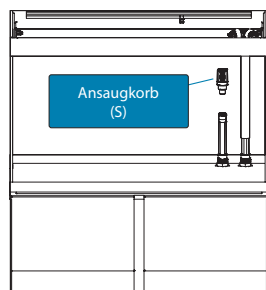
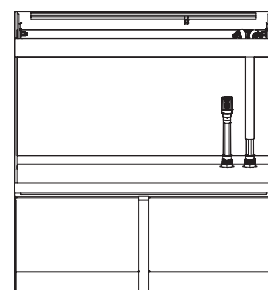
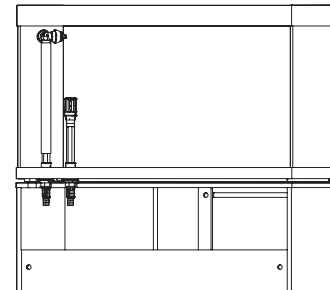

Abb. 5
Abb. 6
Abb. 7
4. Schieben Sie den Ansaugkorb (S) auf das Verbindungsrohr (A) (Abb. 5). Das Endergebnis ist in Abb. 6 und Abb. 7 zu sehen.
**!** **ACHTUNG!** Drücken Sie die Verbindungsrohre (A) niemals zur Seite, da dies die Einlass- bzw. Auslasssysteme und das Glasbecken beschädigt. Falls Sie ein anderes Filtersystem benutzen wollen, das die mitgelieferten Einlass- bzw. Auslasssysteme nicht benötigt (z.B. einen Innenfilter), entfernen Sie die 2 Verbindungsrohre (A) wieder und verschließen Sie die Öffnungen (O) und (I) mit den Deckeln (P) und (Q). Der Deckel (Q) gewährleistet die Wasserdichtigkeit und muss in die Öffnung gedrückt werden. Der Deckel (P) soll den Deckel (Q) schützen und sicherstellen, dass der Deckel (Q) ordnungsgemäß festsetzt. Drehen Sie den Deckel (P) mit der Hand ein, ohne dabei Gewalt anzuwenden. **BENUTZEN SIE DABEI KEINE WERKZEUGE. DER GEBRAUCH VON WERKZEUGEN KANN DIE EINHEIT BESCHÄDIGEN.**